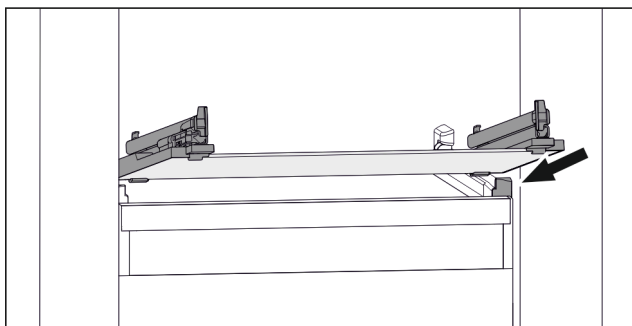

Fig. 132 Примерно изображение на стъклената плоча
- ▶ Поставете стъклената плоча под ъгъл зад ограничителите. (виж Fig. 132)